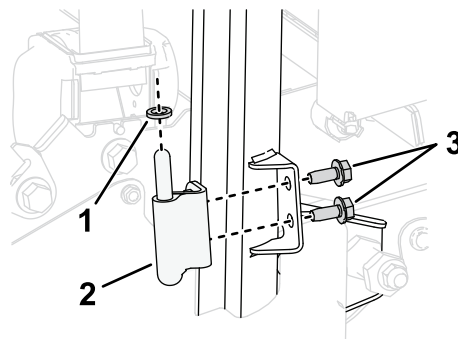

Figura 7
1. Fije provisionalmente la bisagra inferior en el soporte del tubo del ROPS con 2 tornillos ($\frac{5}{16}$ " x $\frac{3}{4}$ "), tal y como se muestra en la Figura 7.